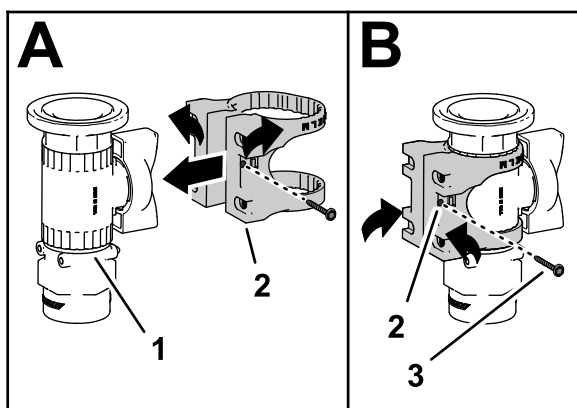

図 18
3. 図 18のAに示すように、閉止バルブにバルブマウントを組み付ける。
4. フランジヘッドねじ#6を使って、バルブマウントを制御バルブに固定し、ねじを手締めする図 18のB。